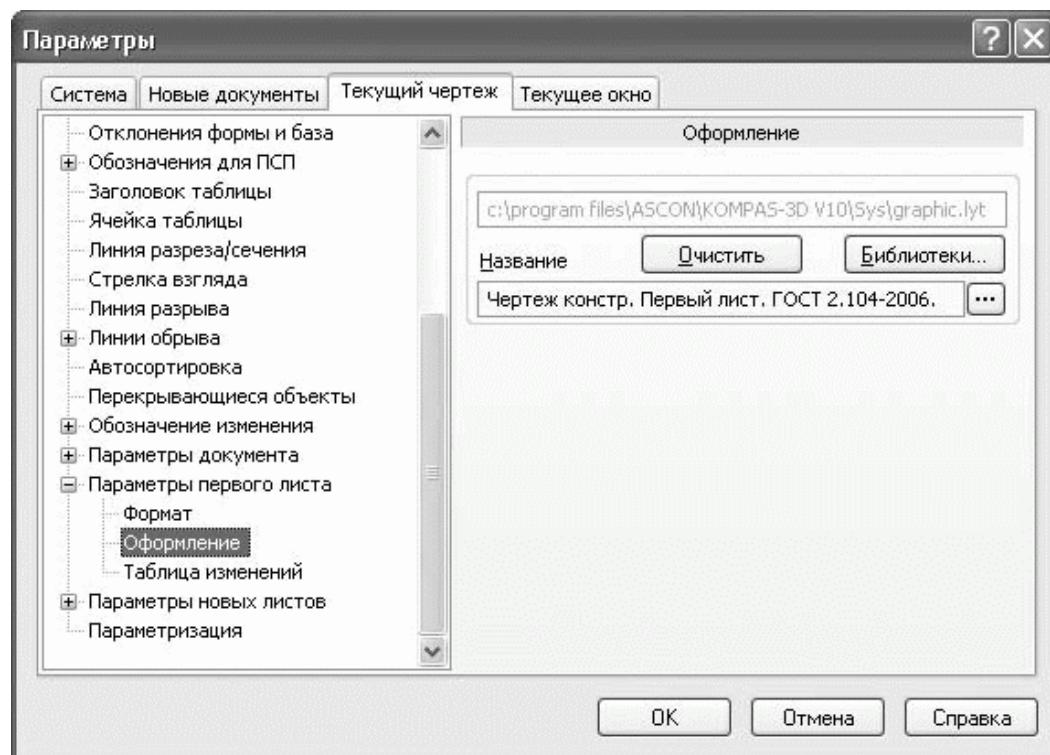

Рис. 2.57. Оформление основной надписи текущего чертежа
2. Перейдите к разделу Параметры первого листа > Оформление (рис. 2.57).